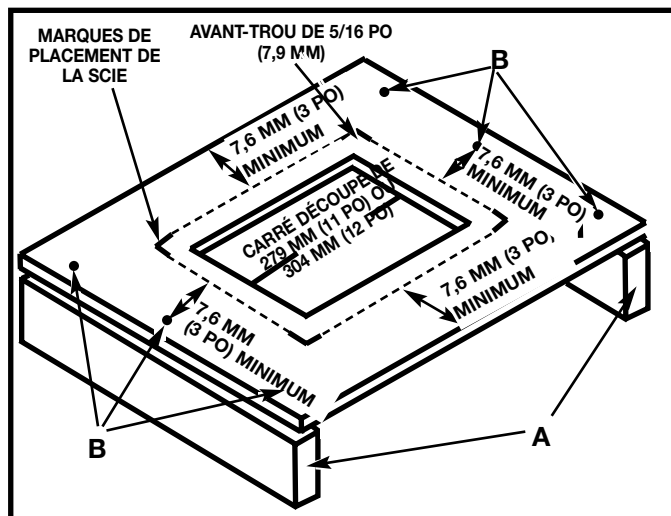

Fig. 4B
Il est également possible de construire un simple support élevé comme le montre la figure 4B.
Aligner la scie sur la surface de support et marquer l'emplacement pour percer quatre trous de 5/16 po (7,9 mm) (figure 4B).
d'un carré de 279 mm (11 po) ou 304 mm (12 po) de côté, au centre des quatre trous de montage. Découper et retirer le carré (fig. 4B). Pour élever la surface de support, mesurer deux 2 x 4 (A), fig. 4B, selon la largeur de deux côtés opposés de la surface de support. Fixer la surface de support sur les arêtes étroites des 2 x 4 (comme indiqué à la fig. 4B) à l'aide de vis à bois (non fournies), à au moins trois endroits (B), fig. 4B, sur chaque côté.